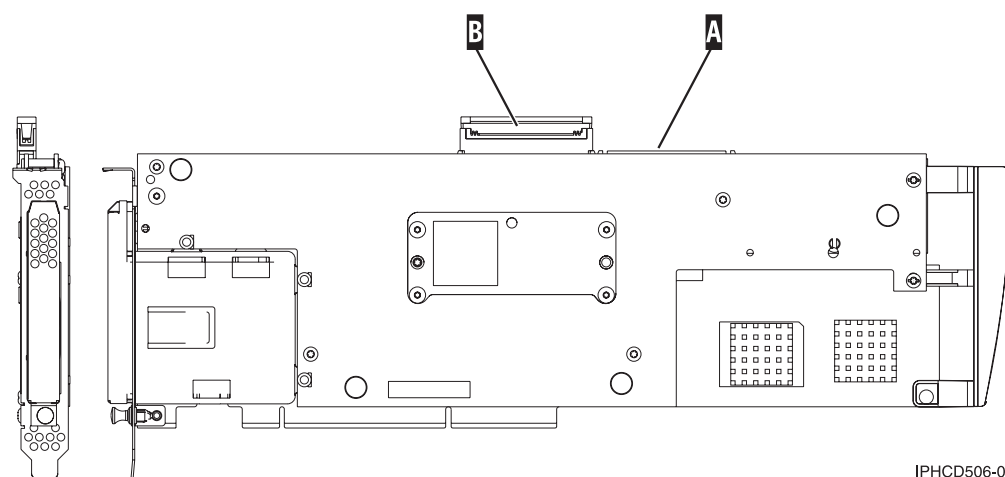

Figura 67. 5708, IOA do cache de gravação auxiliar
2. Conecte o cabo na porta A do SCSI no adaptador do cache de gravação auxiliar. Consulte o Figura 67 na página 215.